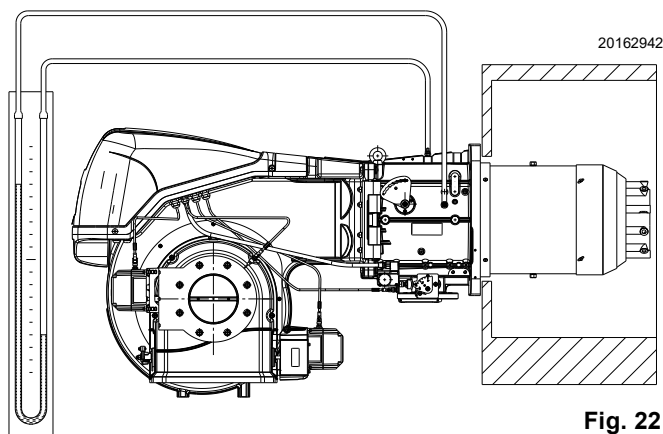

Fig. 22
- Montare un manometro a U o un manometro di tipo differenziale (Fig. 22), con presa (+) sulla pressione del gas del manicotto e (-) in camera di combustione. Serve a ricavare approssimativamente la potenza MAX del bruciatore mediante la Tab. L.
L'arrivo del gas al manicotto è evidenziato dal manometro ad U (Fig. 22).